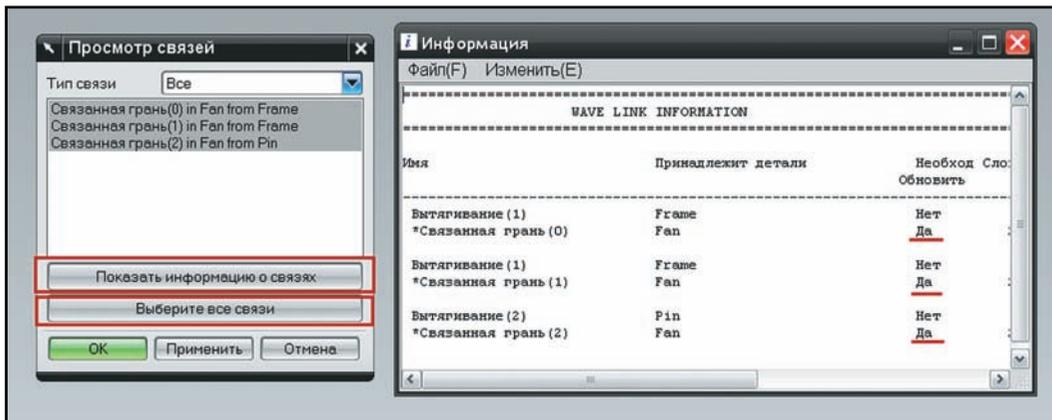

Рисунок 4.28. Информация о состоянии связей
- Нажмите в диаграмме связей правую кнопку мыши на компоненте **Fan** и в контекстном меню выберите **Просмотр связей детали (Browse Part Links)**, затем в появившемся диалоге выберите все связи (**Select All Links**) и нажмите кнопку **Показать информацию о связях (Show Link Information)**. В появившемся информационном окне будут отображены все выбранные связи с указанием элементов построения родительских моделей, геометрия которых была использована для создания связи, а также тип геометрии, которая была скопирована, и текущий статус этих связей (рис. 4.28). Обратите внимание, что отображаются только данные по геометрическим связям. Закройте информационное окно и диаграмму связей сборки.